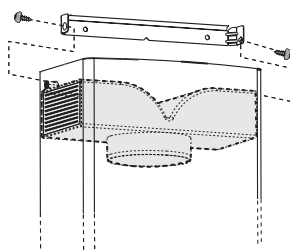

Fig. 2
- Fixez le déflecteur d'air au moyen des 2 vis Ø 2,9x13 mm. **Fig. 2**.